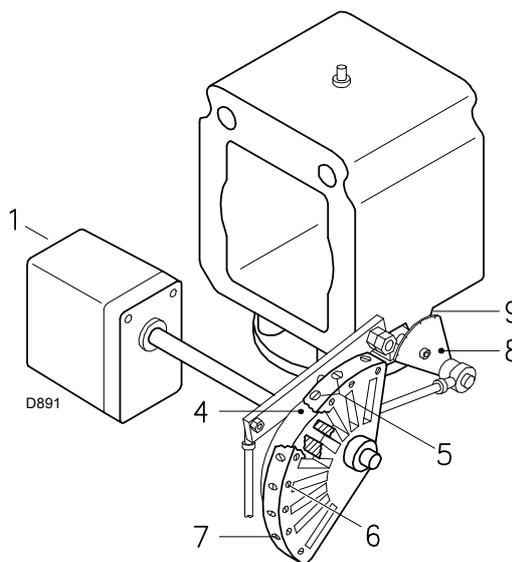

Fig. 30
Variare in progressione il profilo finale della camma 4)(Fig. 30) agendo sulle viti 7).
Legenda (Fig. 30)
Variare in progressione il profilo iniziale della camma 4)(Fig. 30, pag. 26) agendo sulle viti 5).
- svincolare la camma 4)(Fig. 30, pag. 26) dal servomotore, premendo e spostando verso destra il pulsante di svincolo presente sul servomotore;
- A regolazione ultimata fissare la stessa agendo sulle viti 6)(Fig. 30, pag. 26).